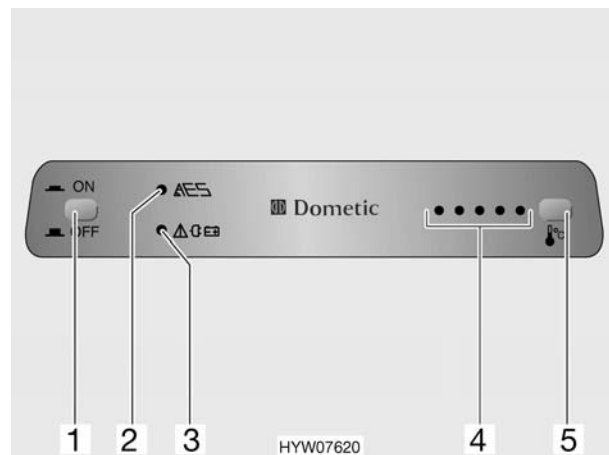

Fig. 164 Elementi di comando del frigorifero
Se l'alimentazione a 230 V non è allacciata e il motore del veicolo è spento, il sistema AES seleziona il rifornimento di gas. Selezionando il funzionamento a gas, il dispositivo di sicurezza si apre automaticamente, così che il gas possa fluire al bruciatore. Contemporaneamente si inserisce l'accenditore elettronico. Se la fiamma del gas si spegne, p. es. a causa di un colpo di vento, l'accenditore viene subito azionato riaccendendo il gas. In caso di guasto del funzionamento a gas, la luce spia (Fig. 164,2) diventa rossa e lampeggia.
- Nelle aree di servizio è vietato l'uso di impianti a fiamma viva. Nel caso in cui la sosta duri più di 15 minuti, il frigorifero deve essere spento tramite l'interruttore a pressione (Fig. 164,1).
In caso di funzionamento a elettricità, il sistema AES controlla costantemente il livello della tensione elettrica fornita. Se in un determinato intervallo di tempo la tensione elettrica è troppo bassa, il sistema AES passa automaticamente al funzionamento a gas. La luce spia (Fig. 164,3) si accende. Il sistema AES mantiene questa modalità di funzionamento fino a quando il livello di tensione elettrica non ritorna ai valori normali.
Dopo l'accensione il frigorifero seleziona automaticamente la regolazione intermedia del termostato. Questa regolazione può essere modificata manualmente tramite il tasto (Fig. 164,5). I diodi (Fig. 164,4) indicano la temperatura selezionata sul termostato. Con tale tasto viene regolata la temperatura di refrigerazione per tutti i tre tipi di funzionamento. Ci vogliono alcune ore prima che il frigorifero raggiunga la temperatura normale di esercizio. Cambiando la modalità di funzionamento la regolazione del termostato non viene modificata. La temperatura di raffreddamento è indipendente dal tipo di energia utilizzata.
- Premere l'interruttore a pressione (Fig. 164,1). La luce spia (Fig. 164,2) diventa verde.
- Impostare la temperatura di refrigerazione con il tasto (Fig. 164,5). Le spie luminose a diodi (Fig. 164,4) indicano la temperatura selezionata sul termostato.
- Premere l'interruttore a pressione (Fig. 164,1). La luce spia (Fig. 164,2) si spegne.